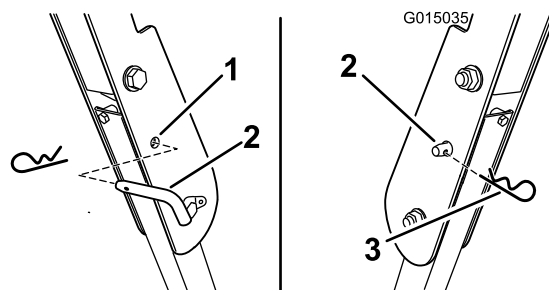

Figura 3
3. Instale os pinos de bloqueio. Prenda os pinos instalando o contrapino (Figura 3).
4. Para baixar a barra de segurança, remova os contrapinos e os dois pinos de bloqueio (Figura 3).